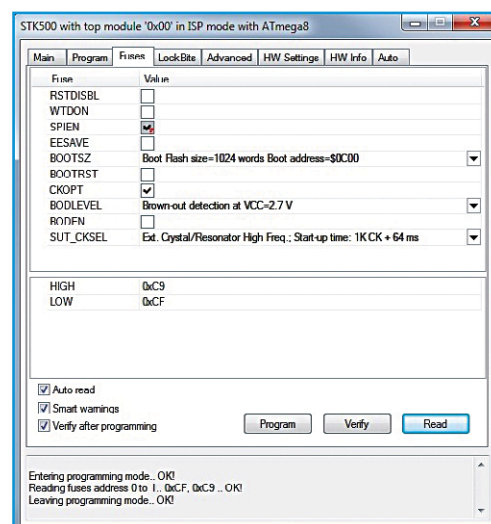

Bild 2.
**Bild 2** zeigt die Fuse-Einstellungen in Atmels AVR-Studio.